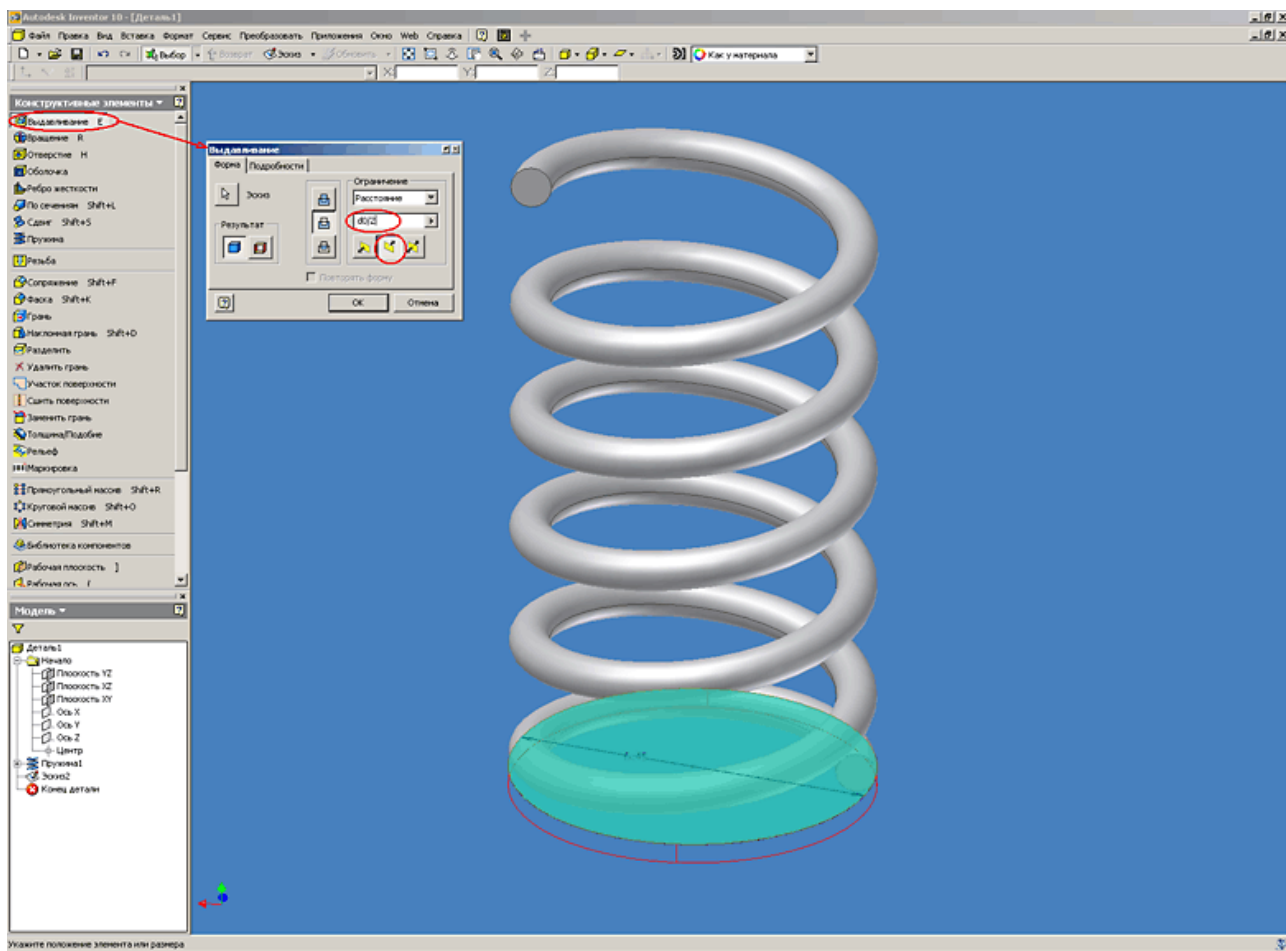

Рис. 8
8. Для выполнения подрезки торца пружины используем конструктивный элемент «Выдавливание». В параметрах элемента определяем эскиз, направление и тип построения – вычитание. Глубина выдавливания формируется исходя из параметров модели, и в нашем случае равна половине диаметра сечения пружины (см. Рисунок 8).